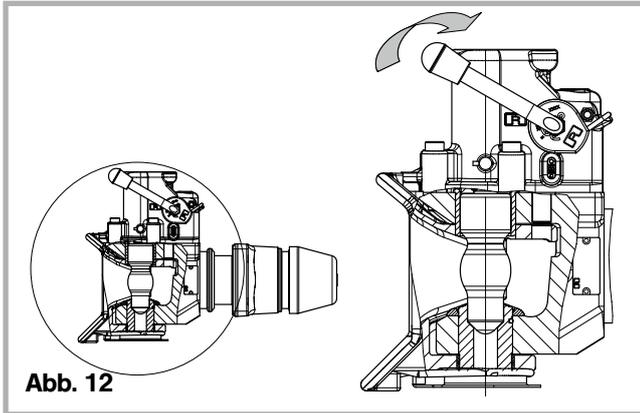

Abb. 12
- Fangmaul muss nun in die Mittelstellung zurückschwingen und wieder arretieren (s. Abb. 12)